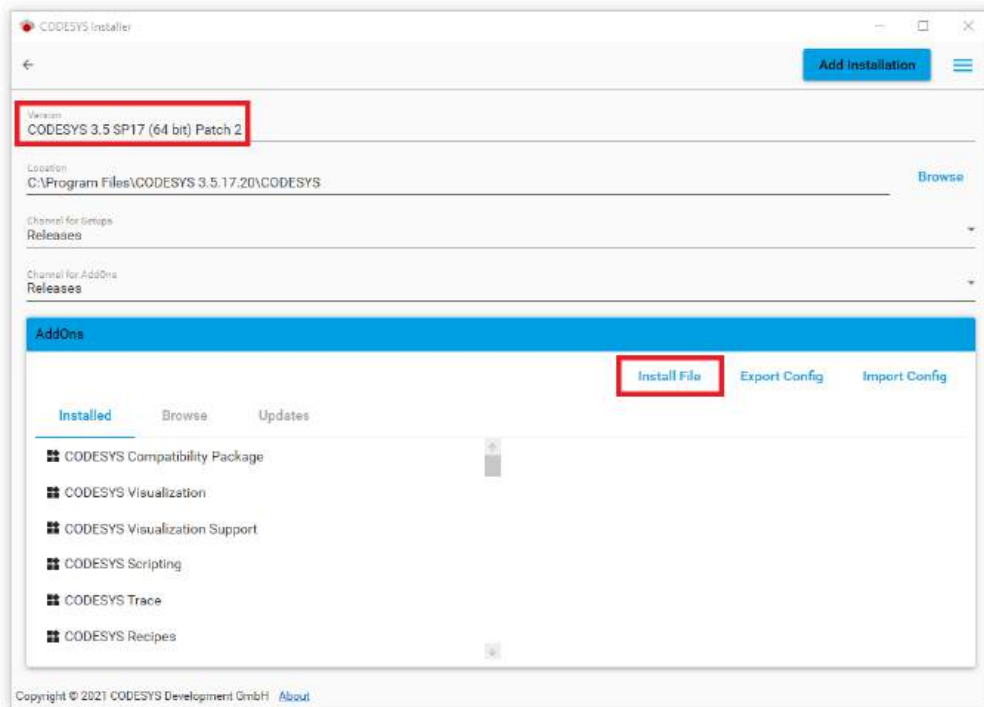

Figura 14.2: Instalação do pacote WEG para CODESYS
- 5) Será aberta uma nova janela, onde pode ser conferida a versão do software. Clique em **Install File** e busque pelo pacote do PLC500 baixado do site da WEG. Clique em **OK** e então em **Continue**. O pacote será instalado. A Figura 14.2 na página 14-3 mostra a tela com os dados mencionados.